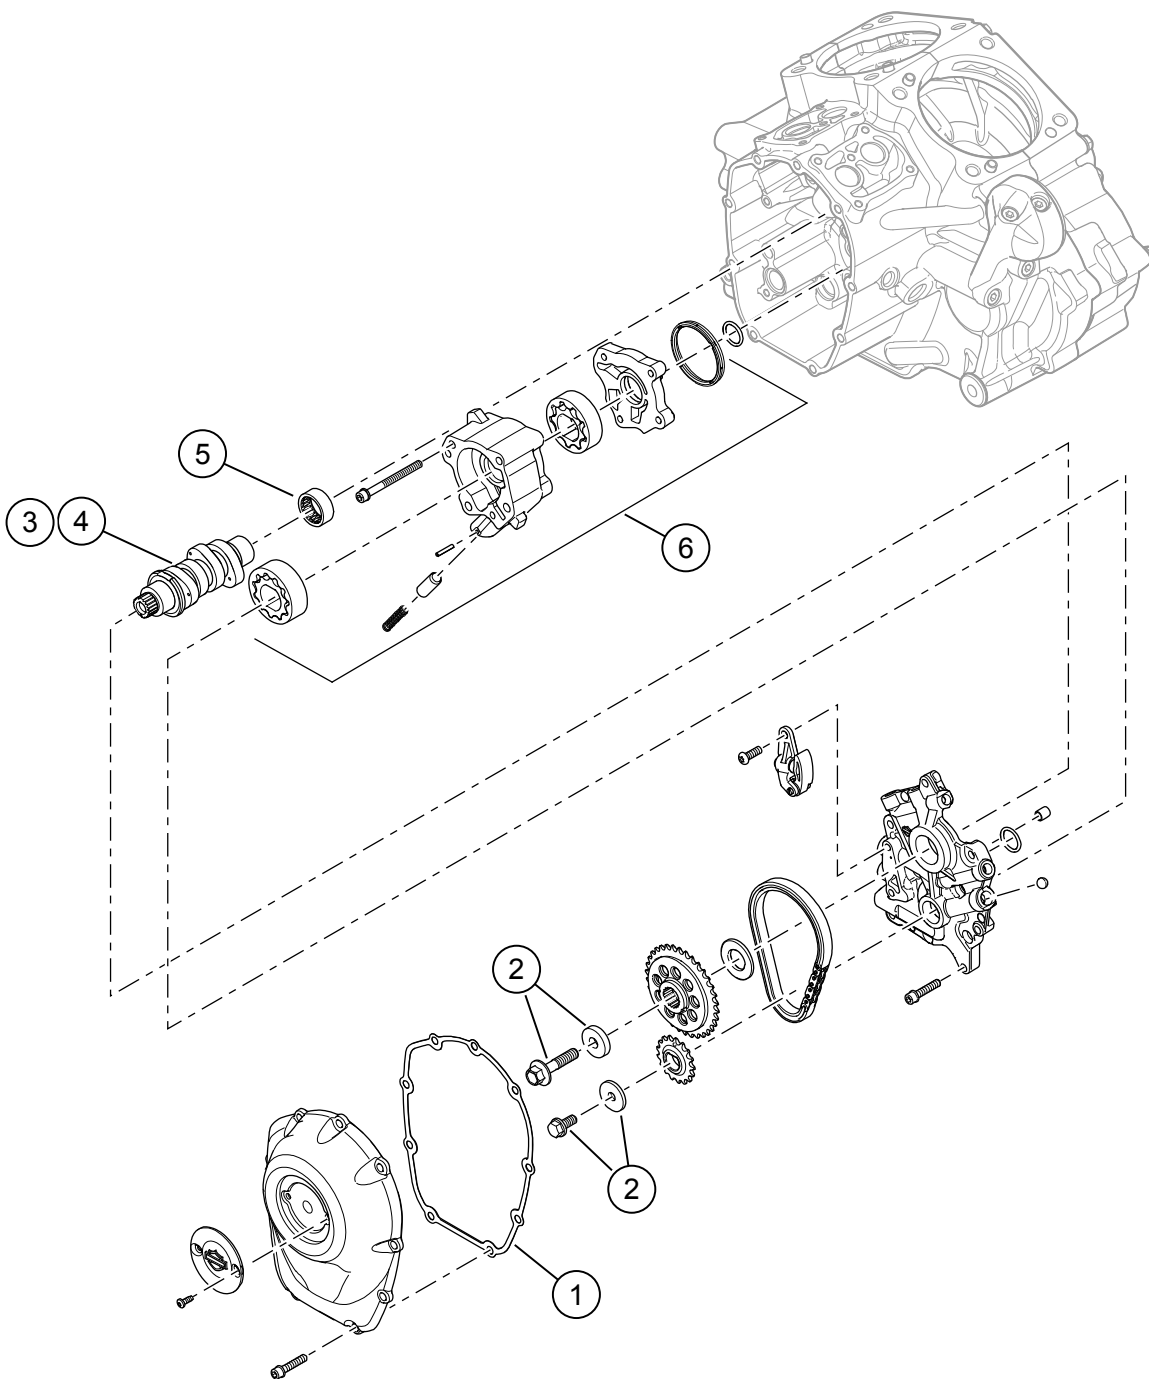

Figura 4. Componente de service: Kit Screamin' Eagle Milwaukee-eight Stage 2
1. A se vedea figura 4. Montați pompa de ulei. Consultați manualul de service.